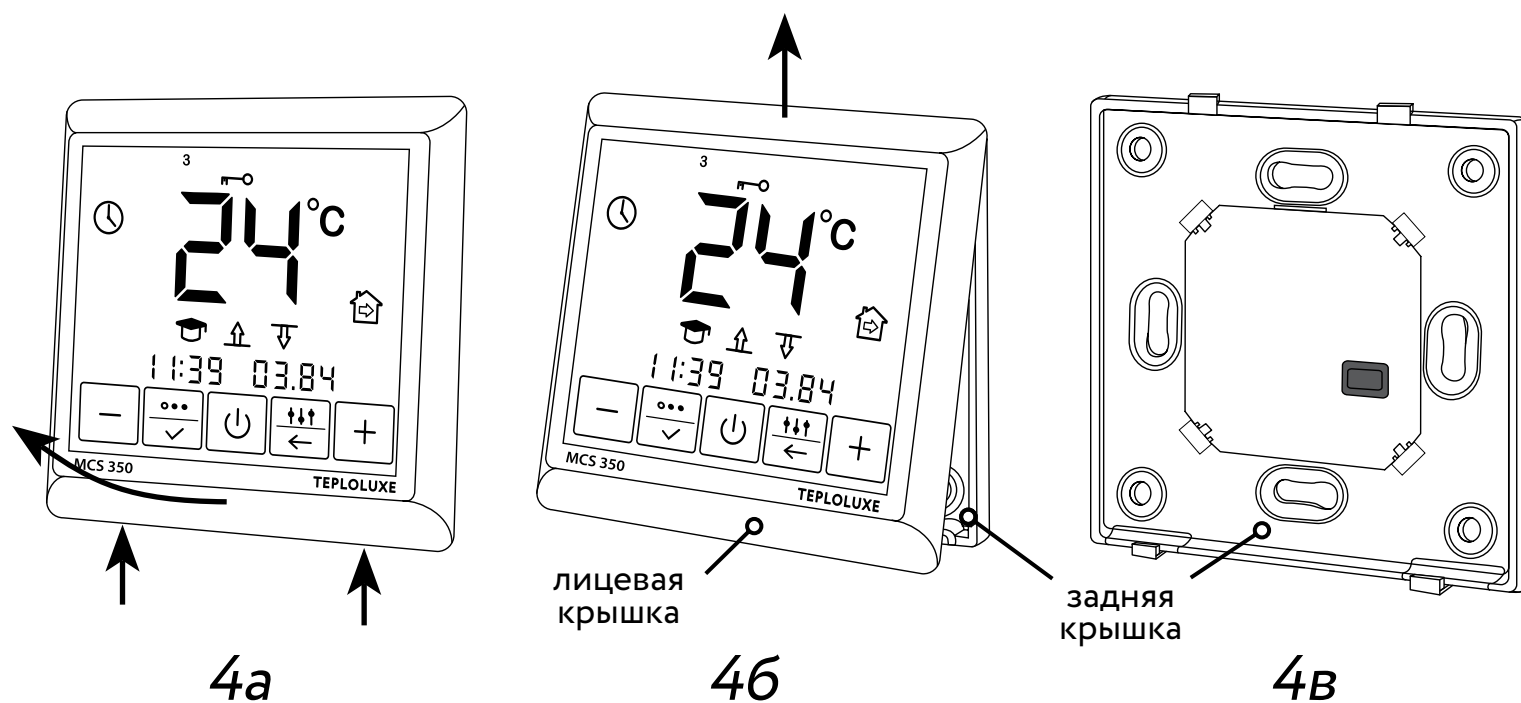

Рис. 4 Схема сборки-разборки терморегулятора
1. Снимите лицевую крышку. Для этого тонкой шлицевой отверткой аккуратно поочередно надавите на защелки, расположенные снизу лицевой крышки терморегулятора, при этом потянув ее на себя (рис. 4а).
2. Снимите крышку (рис. 4б).